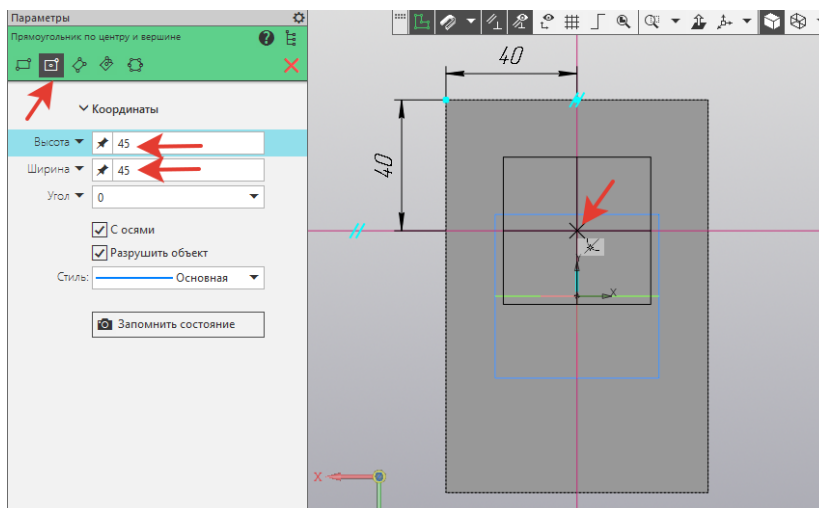

Рисунок 7.
6. По размерам (рисунок 7) выполнить разметку центра с помощью *Вспомогательная параллельная прямая*. На инструментальной панели *Геометрия – Прямоугольник*. В *Параметрах – Прямоугольник по центру и вершине*, *Длина – 45, Ширина - 45*. Закрепить квадрат в построенном центре (рисунок 7).